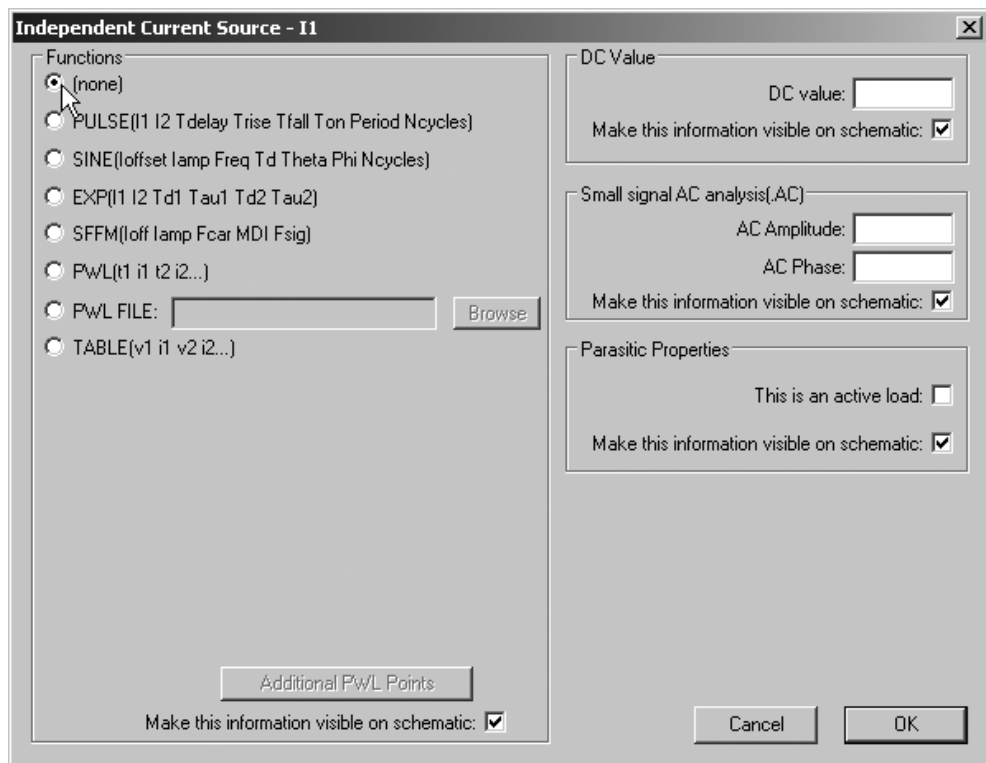

Рис. 3.31. Окно расширенной настройки источника тока
Это окно имеет только одну строчку **DC value(A)**, в которую можно вписать величину постоянного тока, генерируемого источником тока. Щелкнув по кнопке **Advanced** (Расширенные настройки), мы попадаем в окно **Independent Current Source** (Независимый источник тока), изображенное на рис. 3.31, в котором имеем возможность расширенной настройки источника тока.
На рис. 3.31 показан вид окна расширенной настройки для случая независимого источника постоянного тока, когда выбрана опция **none** (никакой) в области **Functions** (Функции). Здесь, как и в предыдущем окне, в строке **DC value** вписывается значение, определяющее постоянный ток, генерируемый источником тока.
**Ton Period Ncycles)** в области **Functions** (Функции) окна расширенной настройки (рис. 3.31).
Этот синтаксис определяет зависимый от времени источник синусоидального тока, который выбирается установкой опции **SINE(Ioffset Iamp Freq Td Theta Phi Ncycles)** в области **Functions** (Функции) окна расширенной настройки (рис. 3.31).
Этот синтаксис определяет зависимый от времени источник экспоненциального тока, который выбирается установкой опции **EXP(I1 I2 Td1 Tau1 Td2 Tau2)** в области **Functions** (Функции) окна расширенной настройки (рис. 3.31).
Этот синтаксис определяет зависимый одночастотный FM источник тока, который выбирается установкой опции **SFFM(Ioff Iamp Fcar MDI Fsig)** в области **Functions** (Функции) окна расширенной настройки (см. рис. 3.31).
Этот синтаксис определяет источник тока, программируемый пользователем, который выбирается установкой опции **PWL(t1 i1 t2 i2 ...)** в области **Functions** (Функции) окна расширенной настройки (см. рис. 3.31).
Такой же режим ввода выбирается установкой опции **PWL FILE** в области **Functions** (Функции) окна расширенной настройки (см. рис. 3.31).